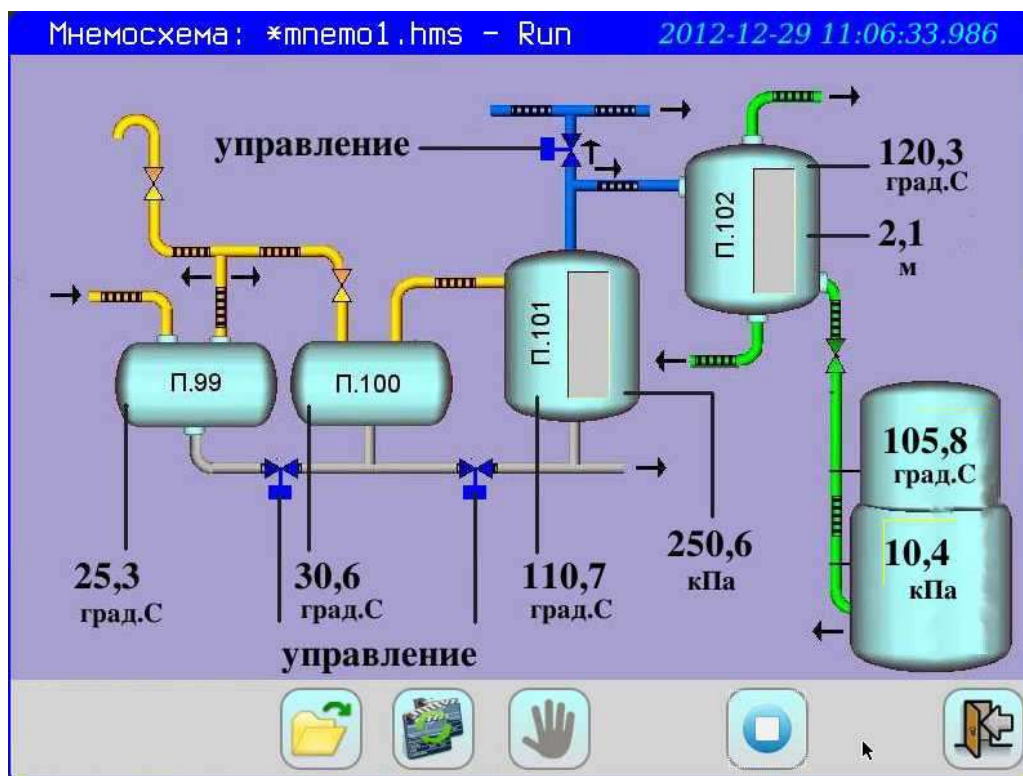
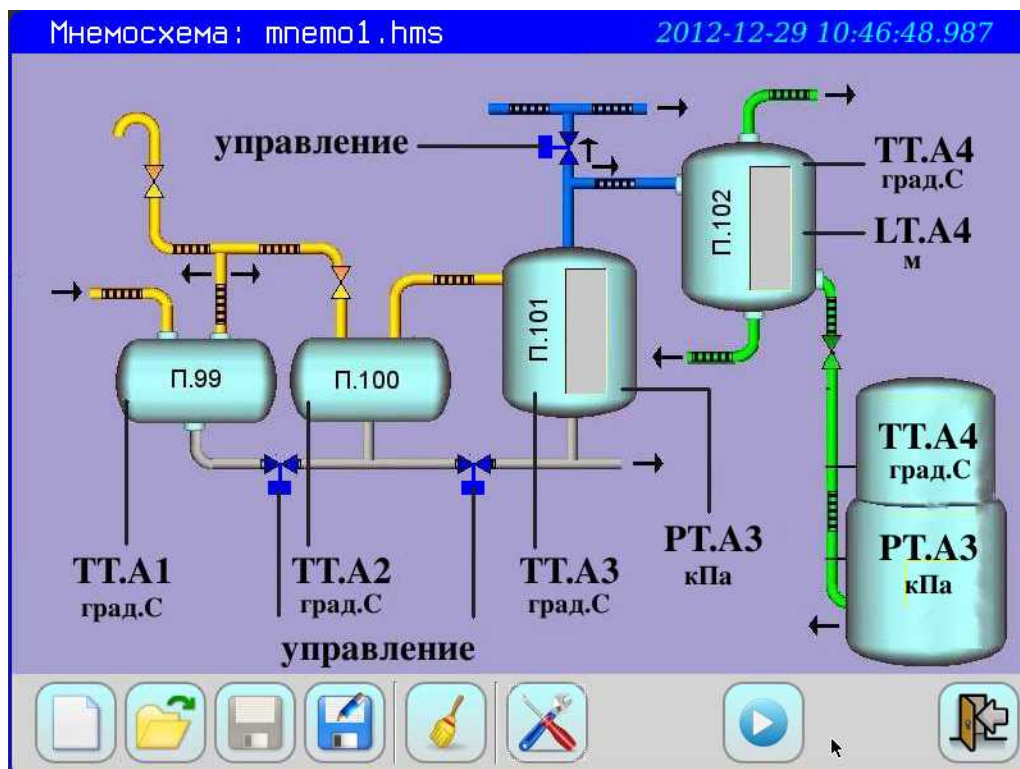

Рисунок 16 - Окно просмотра мнемосхемы
Рисунок 17 - Редактирование мнемосхемы
Окно «Мнемосхема» может быть в двух режимах - режиме наблюдения (Рисунок 16) и режиме редактирования проекта или сцены (Рисунок 17). Режим наблюдения запускается кнопкой , остановка наблюдения - кнопкой .
- создать графическое изображение технологического процесса в графическом редакторе на компьютере, сохранить его на USB Flash носитель. Поддерживаются форматы JPEG и PNG. Размер изображения для подложки можно посмотреть щелкнув на свободной области экрана мнемосхемы и вызвав кнопкой «Настройка» (🔧) панель инструментов (Рисунок 17), и вкладку «Свойства» (Рисунок 18, б);